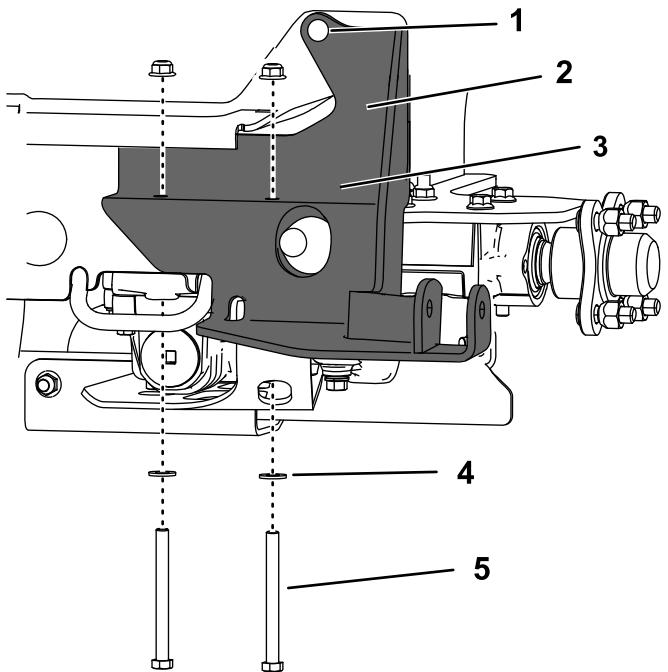

Bild 10
6. Befestigen Sie die untere Befestigungshalterung mit den zwei Muttern, die Sie entfernt haben, zwei Flachscheiben und zwei Schrauben ($\frac{3}{8}$ " x 4") am Getriebe, wie in Bild 10 abgebildet.